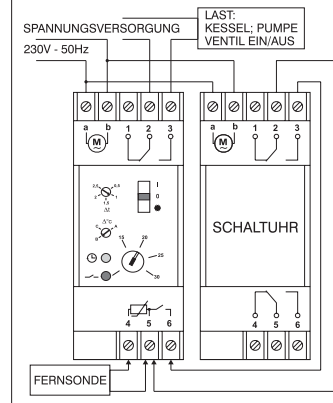

Abb.3
- Stellen Sie die elektrische Verbindung mit dem Thermostaten her (Klemmen 4 und 5 in Abb. 3).
Um eine Temperaturabsenkung zu erreichen, muß der Thermostat wie in Abb. 3, dargestellt angeschlossen werden. Der Kontakt, der mit der Schaltuhr oder mit einer anderen Steuereinrichtung verbunden wird, muß potentialfrei sein. Der Wert der Temperaturabsenkung kann mit dem Trimmer Δ°C eingestellt werden. Dieser Wert, der in drei Stufen A-B-C, die auf der Frontplatte markiert sind, eingestellt werden kann, ist nicht fest, sondern variiert je nach eingestellter Temperatur. Siehe nebenstehende Tabelle.